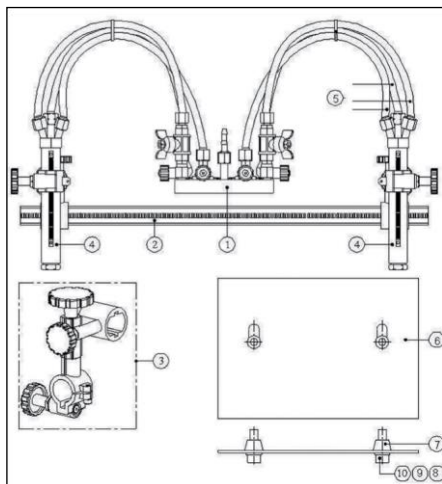

Rys.9: Wycinanie okręgów
4.7.1. Zainstaluj komponenty do wycinania okręgów i wycentruj obrabiany element tak, jak jest to podane na rys.9. jeżeli wycinane mają być okręgi o małej średnicy, to palnik do cięcia zainstalowany powinien zostać po odwrotnej stronie niż podanej na rysunku 9, bliżej do pręta środkowego.